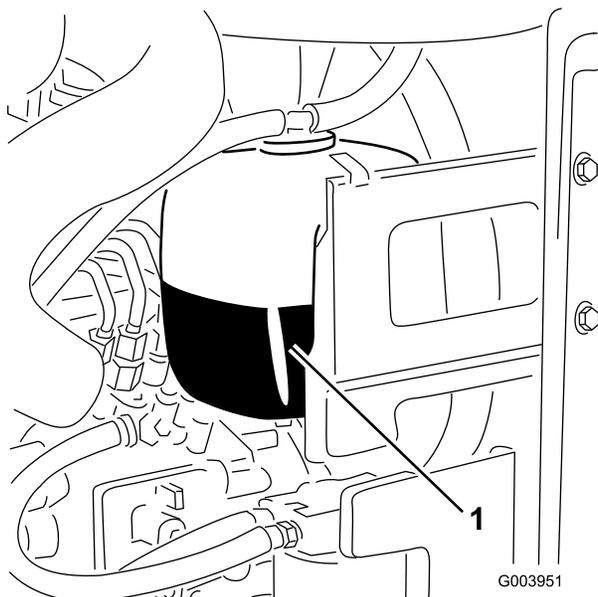

Рисунок 30
1. Проверьте уровень охлаждающей жидкости в расширительном бачке (Рисунок 30).